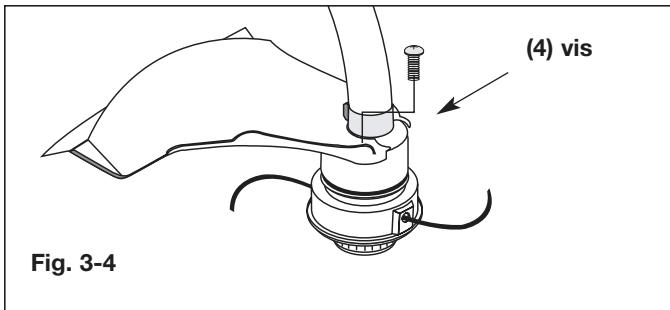

Fig. 3-4
3. Installez les quatre (3) vis à l'aide d'un tournevis à empreinte cruciforme (Fig. 3-4).